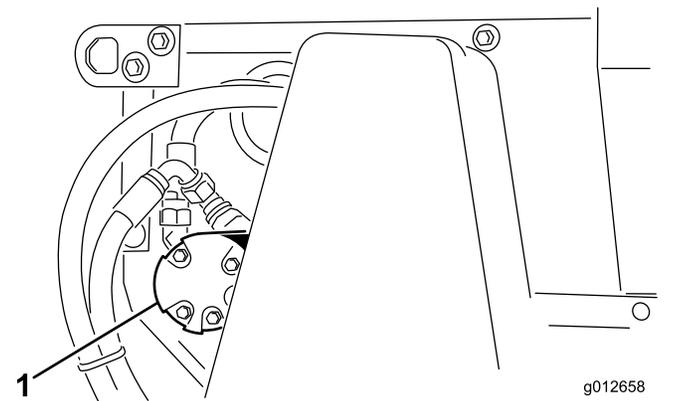

Рисунок 39
2. Ослабьте гайки крепления гидромотора щетки (Рисунок 39) на левой стороне машины.